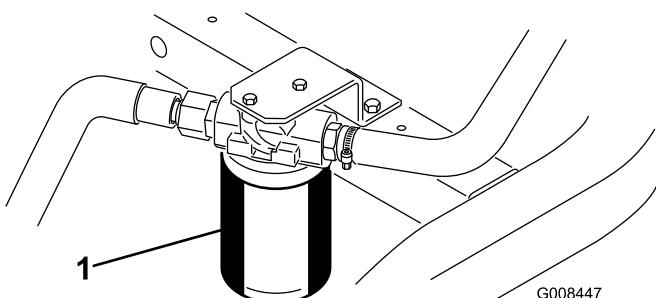

Figura 50
1. Pulite la superficie circostante il filtro (Figura 50). Collocate una bacinella di spурgo sotto il filtro e togliete il filtro.